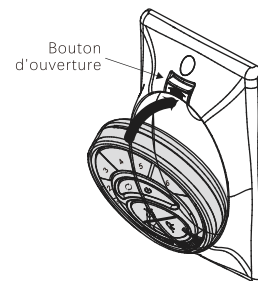

Fig.19
Étape 1. Insérez le transmetteur dans la plaque murale en insérant d'abord le bas de le transmetteur, puis en pressant le haut de le transmetteur dans la poche. Le transmetteur fonctionnera pleinement à partir de cet emplacement ou vous pouvez retirer le transmetteur et l'utiliser comme appareil portable. (Fig.19)